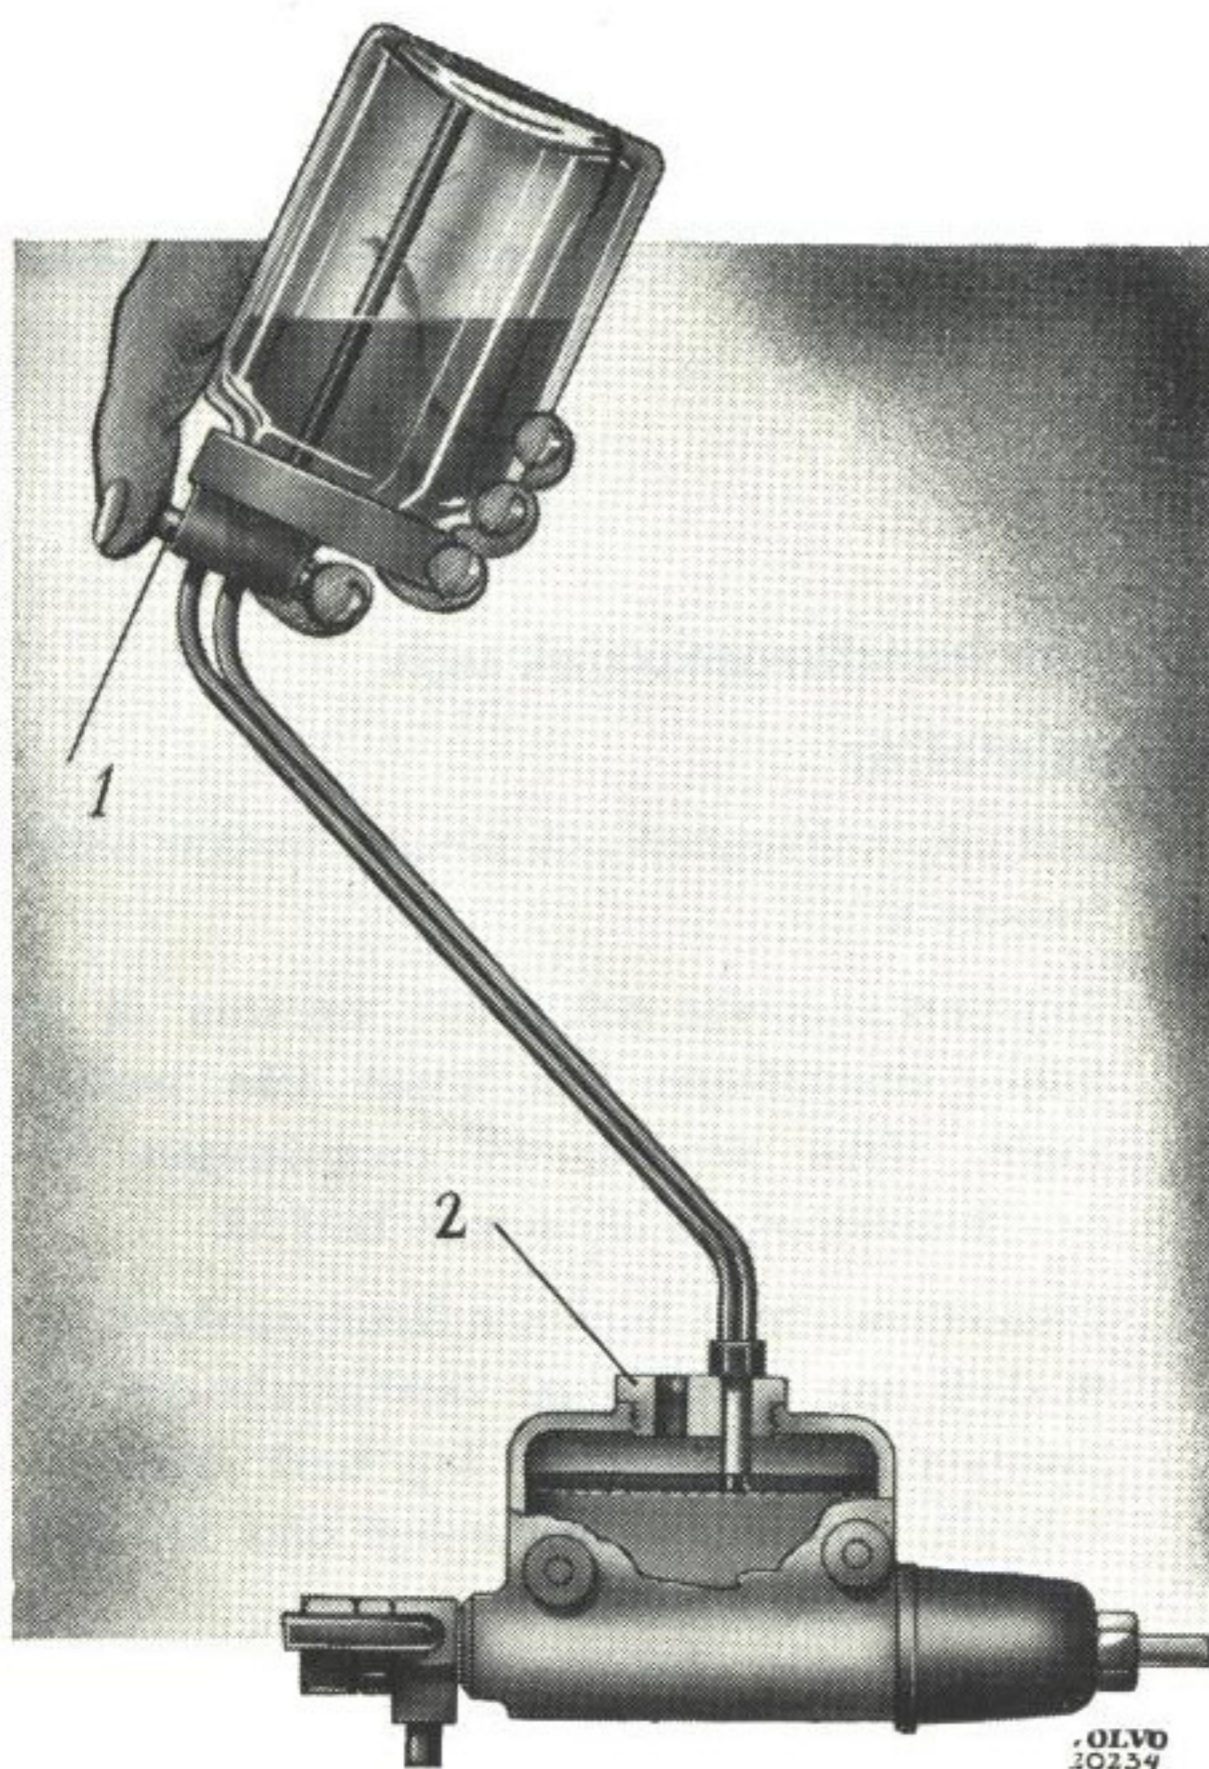

Bild 29. Påfyllning av bromsvätska, tid. utf.
2. Tag bort locket till huvudcylindern med nyckel SVO 2384, resp. skruva av locket på bromsvätskebehållaren. Fyll vid behov på fullgod bromsvätska, som uppfyller fordringarna enligt SAE 70 R 3. På huvudcylinder av tidigare utförande användes helst en speciell påfyllningsflaska enligt bild 29. Skruva därvid i proppen (2) på lockets plats. För ned röret genom det ena hålet i proppen och öppna kranen (1). Flaskan håller sedan vätskenivån konstant och till rätt nivå under luftningen.